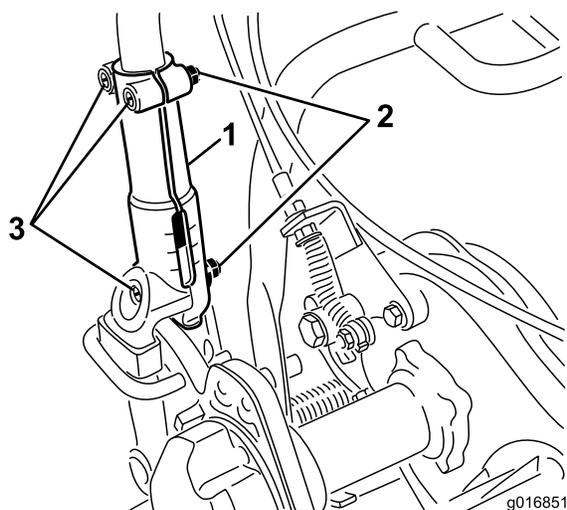

図 27
1. ハンドルを左右のハンドルクランプに固定しているキャリッジボルトとナット各3をゆるめる図 27。